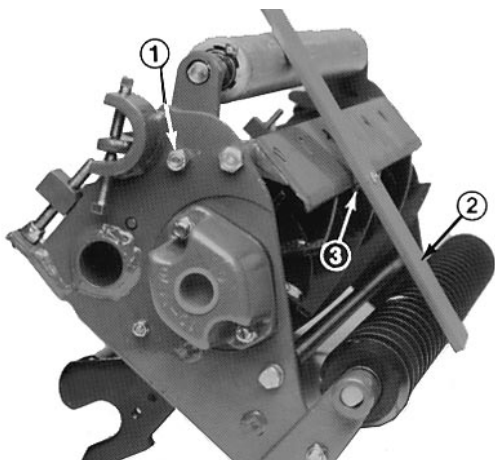

Fig. 7
3. Løsne låsemutrene som holder klippehøydebrakettene i hver ende av klippeenheten (fig. 7).
5. Sett linjalen over fremre og bakre valser og drei bygningsboltene til undersiden av skruehodet berører knivplatens klippekant (fig. 7).